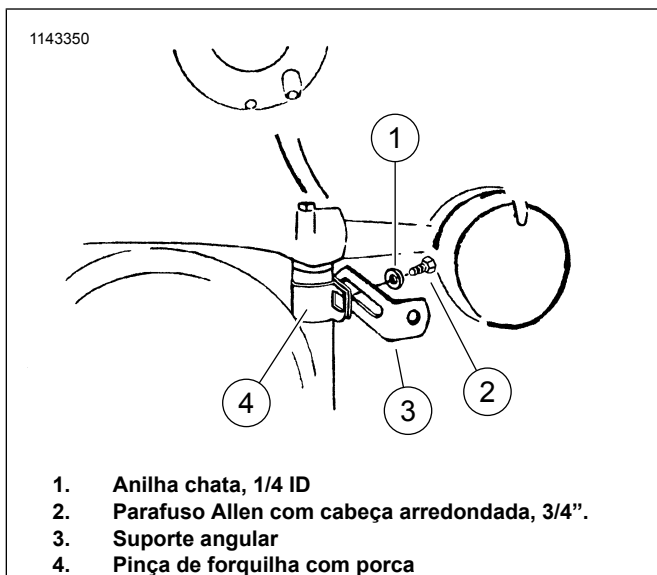

Figura 3. Monte o suporte inferior
6. Ver a Figura 3. Abra as pinças da forquilha (4) e coloque-as em torno da parte superior dos tubos do garfo, de forma a que a parte plana fique voltada para fora e a apontar para a frente. Aperte bem as pinças das forquilhas.
7. Aparafuse os suportes angulares (3) às pinças da forquilha, com os parafusos de cabeça Allen arredondada (2) e as anilhas chatas (1). As pontas dos suportes angulares ficarão a apontar para fora.